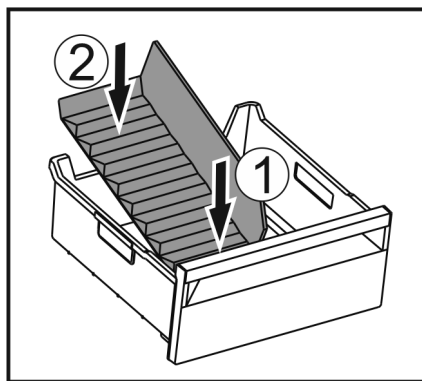

Fig. 176
- ▶ Vložte přední část přepážky přihrádky na led. Fig. 176 (1)
- ▶ Zadní část přepážky přihrádky na led spusťte až na dno zásuvky. Fig. 176 (2)